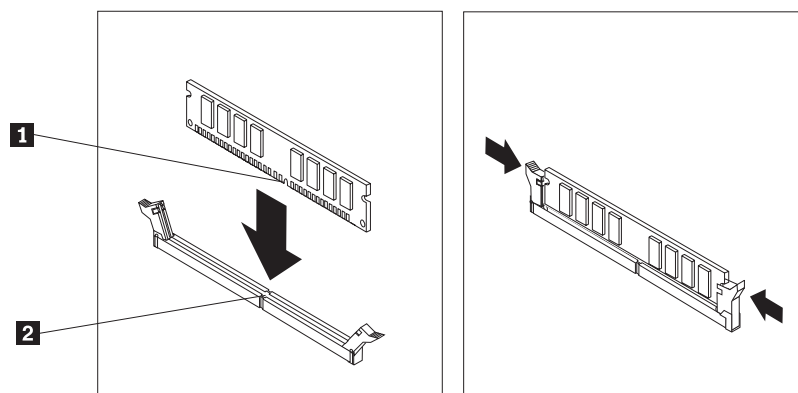

Figura 31. Instalación del módulo de memoria
- Coloque el módulo de memoria de sustitución encima del conector de memoria. Asegúrese de que la muesca **1** del módulo de memoria se alinea correctamente con la ranura del conector **2** en la placa del sistema. Presione el módulo de memoria hacia abajo y recto dentro del conector hasta que se cierren los clips de sujeción. Consulte la Figura 31.